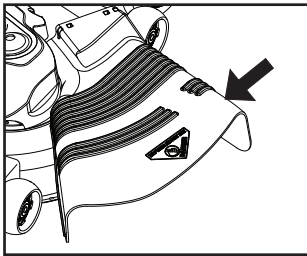

Fig. 11
**PRECAUCIÓN:** No opere la segadora sin, ya sea, el recogedor de césped completo en las segadoras así equipadas o con la protección contra la descarga en su lugar (Vea Fig. 11).